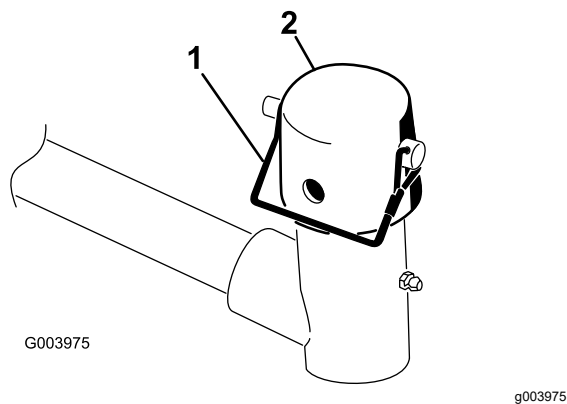

Figura 9
9. Retire el pasador de seguridad y el tapón de la horquilla de pivote del brazo de elevación (Figura 9).